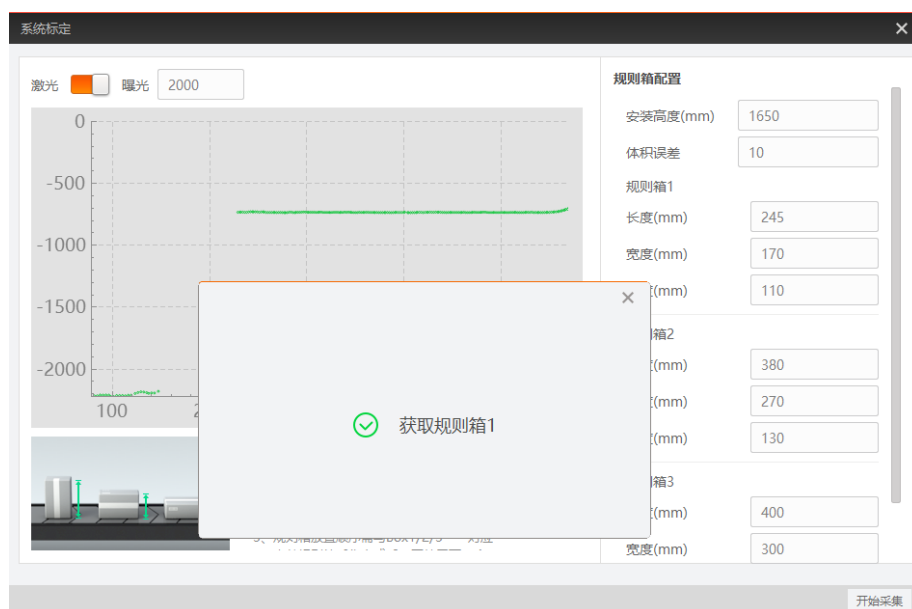

图2-18 获取规则箱提示
6. 点击“开始采集”，界面会弹出“获取规则箱 1”的提示，如图 2-18 所示，此时将 Box1 对应的规则箱放置在传送带上通过设备下方，采集完成后界面提示框会变成“获取规则箱 2”，此时再将 Box2 对应的规则箱通过传送带。同理对剩余规则箱进行采集。